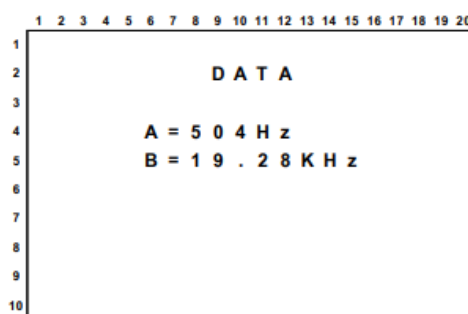
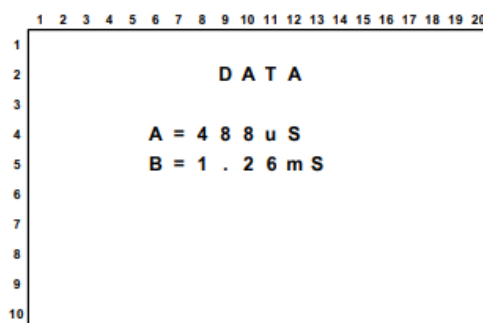

图 3 数据界面 (频率)
图 4 数据界面 (周期)
** 若 $f_{A \text{ 或 } B}$ 计算结果为负时，图 3、图 4 对应频率值和周期值显示为 **NULL**。